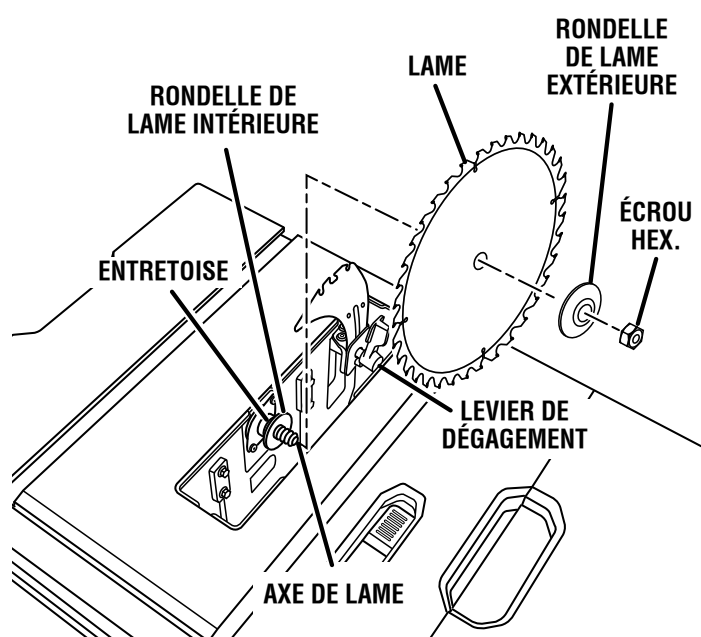

Fig. 43
- Retirer l'écrou de lame, rondelle de la lame intérieure, lame de scie, rondelle de la lame intérieure et entretoise (voir la figure 43).